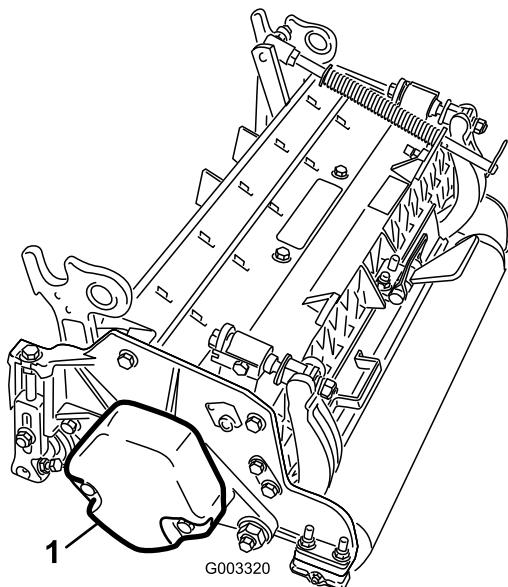

Рисунок 4
- Убедитесь в том, что противовес (Рисунок 4) установлен с соответствующего конца режущего блока, как описано в *Руководстве по эксплуатации* режущего блока.